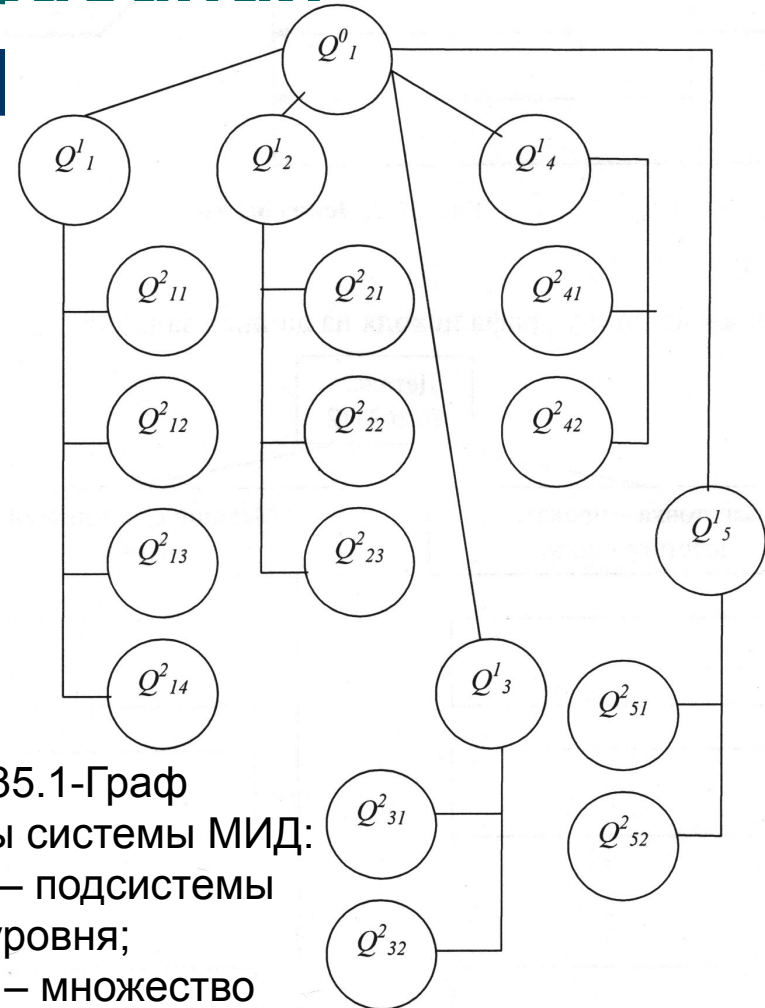

Рисунок 35.1-Граф структуры системы МИД: Q_{11} - Q_{15} – подсистемы первого уровня; Q_{2ij} - Q_{2ik} – множество подсистем второго уровня
- Применяя указанные отношения, можно комбинировать характеристики МИД с целью создания новых вариантов (рис. 35.1).